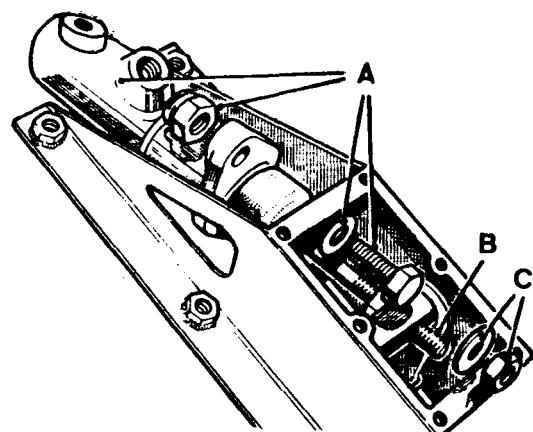

Fig. B2-6 - Piezas de fijación del cilindro al soporte.
1.2.- Despues de quitar la tapa (fi. B2-3) y junta, se extraerán los tornillos de fijación del cilindro al soporte (fig. B2-6), la tuerca y la arandela que sujetan la varilla de empuje del cilindro principal, con lo que éste podrá separarse del soporte.